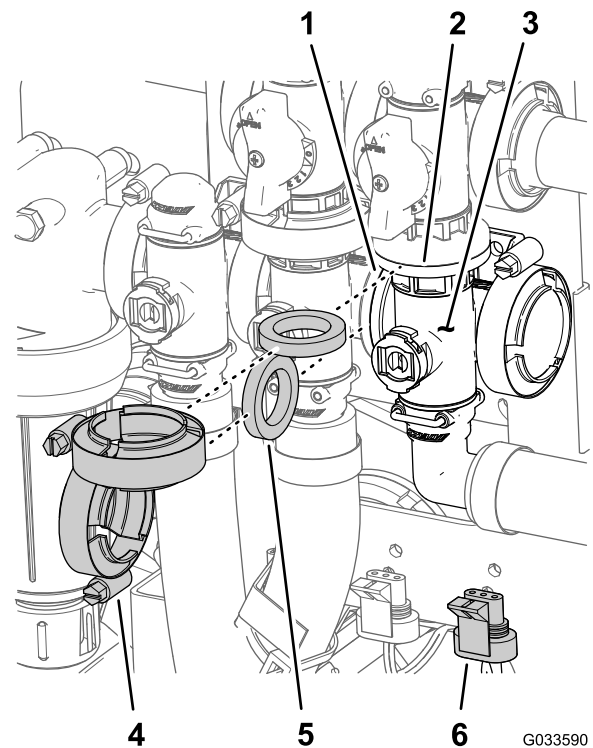

Figura 114
flangia della valvola di bypass principale della barra (Figura 114).
2. Montate il collettore della valvola principale delle barre, la guarnizione e la valvola di bypass principale della barra con un morsetto flangiato serrato manualmente (Figura 114).
3. Allineate la flangia del collettore della valvola principale delle barre, una guarnizione e il collettore della valvola dell'agitatore (Figura 114).
4. Montate il collettore della valvola principale delle barre, la guarnizione e il collettore della valvola dell'agitatore con un morsetto flangiato e serrate manualmente (Figura 114).
- Montate la valvola dell'agitatore sul supporto della valvola con il bullone a testa flangiata e il dado bloccaggio flangiato (Figura 114) rimossi al passaggio 3 di Rimozione della valvola del collettore principale delle barre \(pagina 78\) e serrate il dado e il bullone a 10–12 N·m.